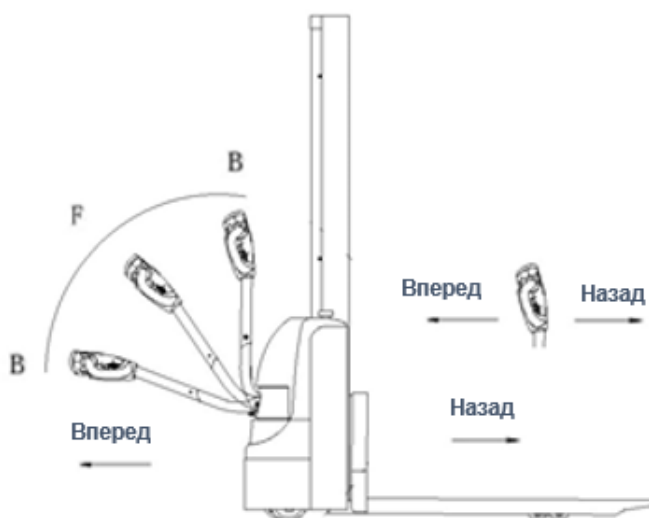

Рисунок 6.
- переведите рукоятку управления вверх или вниз в зону торможения («В» на рис. 6), и штабелер начнет торможение до полной остановки. Если отпустить рукоятку, она автоматически перейдет в верхнее положение зоны торможения («В» на рис. 6), до полной остановки;